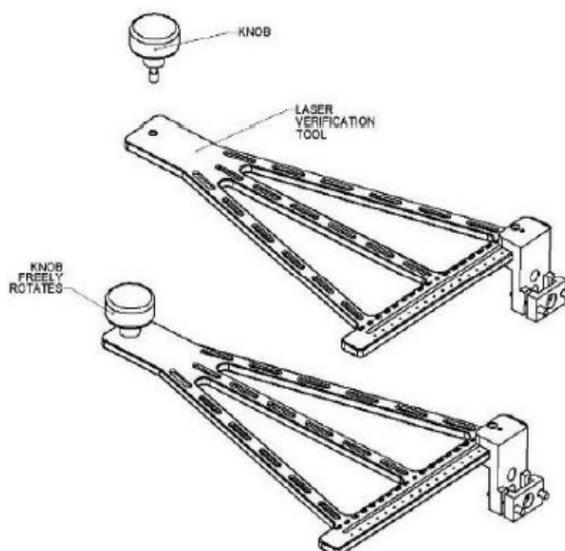

Figura 58: Instalando o botão na ferramenta de verificação a laser.
- Insira e aperte o botão na ferramenta de verificação a laser até que o botão gire livremente, conforme mostrado na Figura 58: